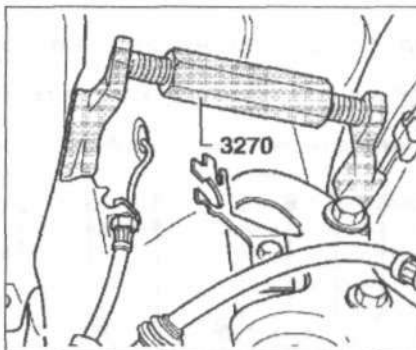

Рис. 9.57. Установите специальное распорное устройство.
1. Установите специальное распорное устройство (рис. 9.57).